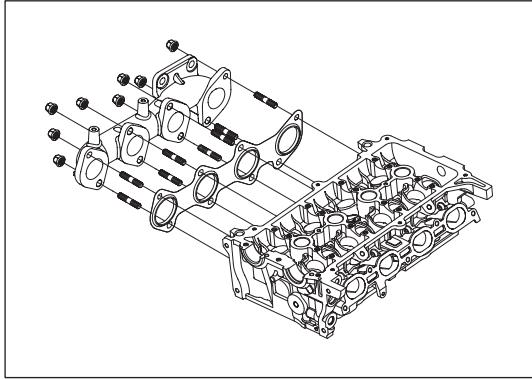

Рис. 8-3-4. Установка выпускного коллектора с прокладкой
- (1) С помощью восьми шпилек M8×26 установить новую прокладку выпускного коллектора на головку блока цилиндров. Закрепить выпускной коллектор вместе с прокладкой с помощью восьми самоконтрящихся гаек M8, как показано на рис. 8-3-4.